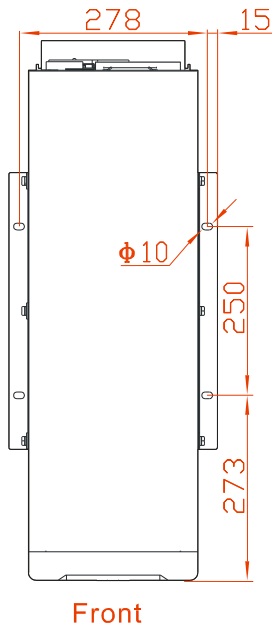

Рис. 3-8 10/10С/15/15С/20/20С отверстия для монтажа в раме ИБП (вид сверху)
Step 3 Просверлите 4 отверстия $\phi 10$ мм в полу с помощью ударной дрели, в соответствии с расположением отверстий в раме устройства, как показано на Рис. 3-8, Рис. 3-9.